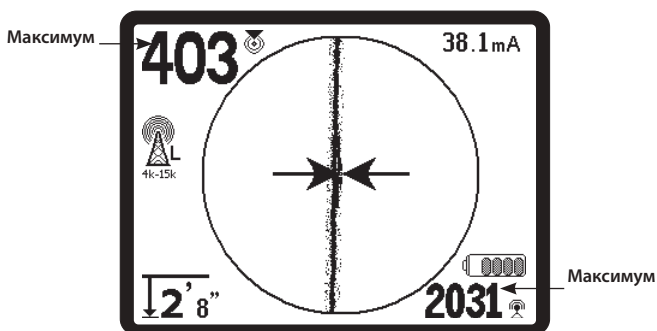

Рис. 23: Высокая вероятность определения местоположения
3. Для отслеживания трассы следует использовать направляющие стрелки, числовое значение приближения, интенсивность сигнала и линию обнаружения трассы. Эти данные генерируются из характеристик дискретных сигналов, помогая оператору понять качество процесса определения места расположения трассы. Магистраль излучает самый сильный **неискаженный** сигнал непосредственно под трассоискателем. (Примечание: В отличие от линий обнаружения сигнала, направляющие стрелки требуют, чтобы пользователь *ориентировал трассоискатель* так, чтобы эти стрелки указывали направление под углом 90° к линии обнаружения сигнала. (См. рис. 23.))